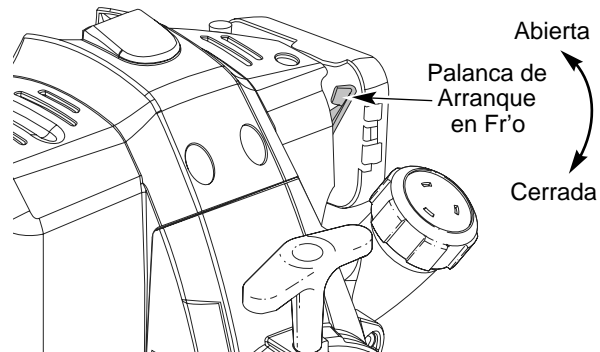

Fig. 23
**SI FRÍO...** Para condiciones de clima frío (inferior a 4°C/ 40°F), ponga la Palanca de Arranque en Frío (Fig. 23) en la posición de cerrada/encienda y proceda al paso 3. NO mueva esta palanca hacia abajo si la temperatura sobrepasa 4°C (40°F).